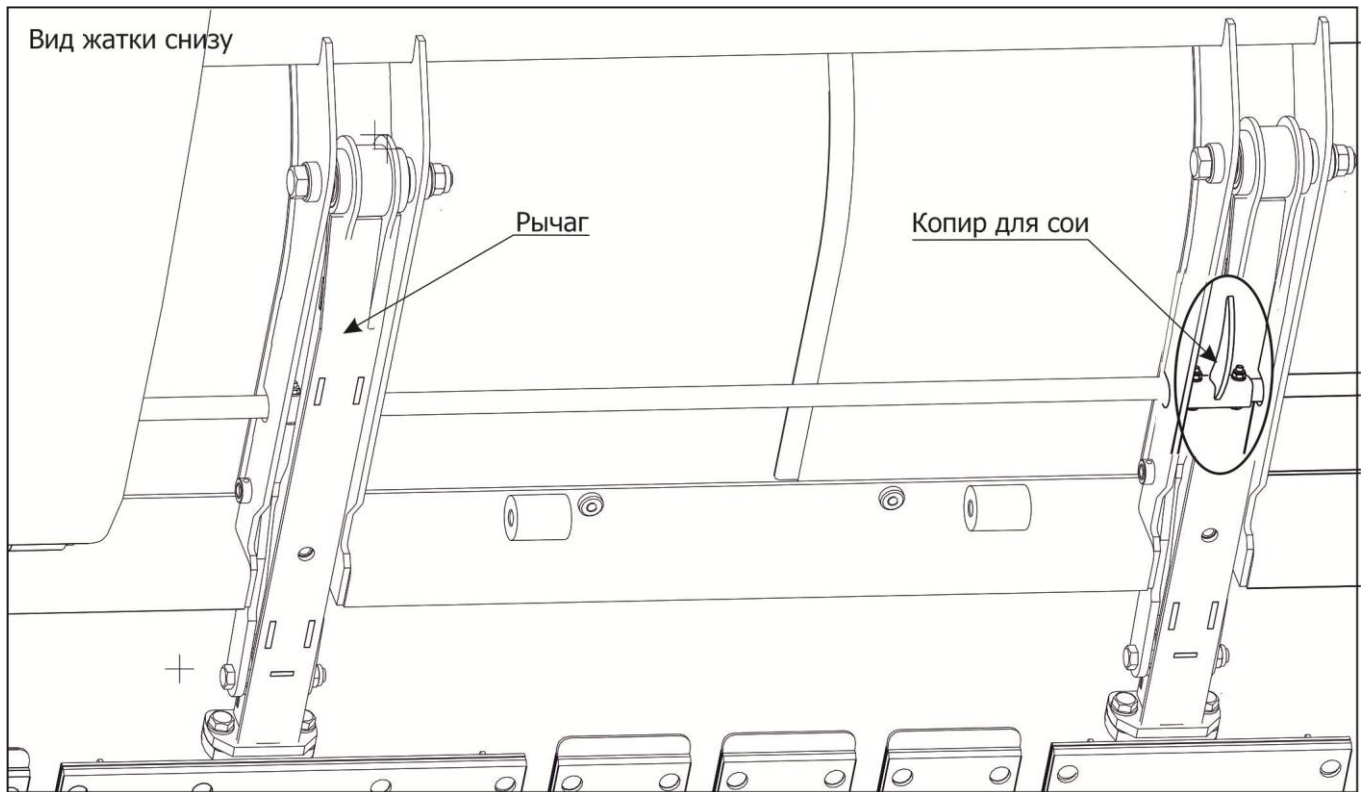

Рисунок 6.15 – Положение копирных дуг при уборке сои в режиме «с плавающим ножом»
5. **ВАЖНО:** КОПИРЫ ДЛЯ СОИ ДОЛЖНЫ ПРИЛЕГАТЬ К РЫЧАГУ (рисунок 6.15);